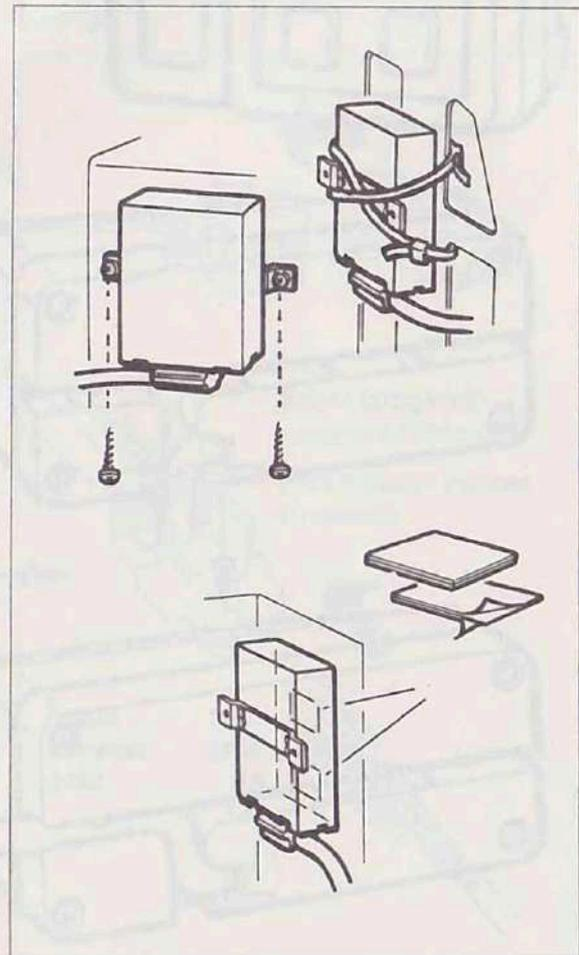

Bild 13
**8. Montage des elektronischen Reglers.** Der elektronische Regler muß an einer wassergeschützten Stelle untergebracht werden. Der Regler wird im Fahrgastraum unter der Armaturentafel mit Blechschrauben, Kabelbindern oder Klebeplättchen so montiert, daß die Steckerplatte nach unten zeigt (Bild 13).